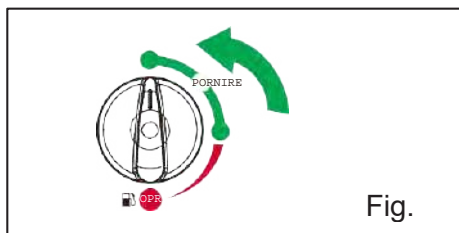

Fig. 1
1. Rotiți comutatorul de COMBUSTIBIL (Fig. 1) în poziția „ON”.